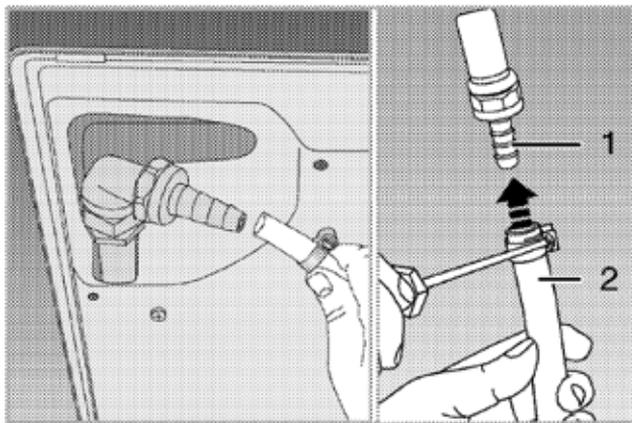

Рис. 4
- и плотно закрепите его хомутом при помощи отвертки. (см. рис. 4)